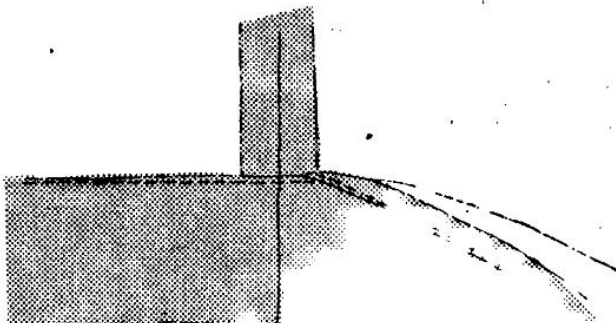

Рис. 118
4. Подогните край припуска на подгиб на изнаночную сторону на 5 мм и закрепите строчкой в край с лицевой стороны ткани (рис. 118).